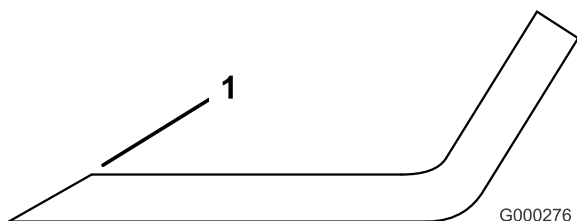

Figure 99
1. Au moyen d'une lime, aiguissez les tranchants aux deux extrémités de la lame (Figure 99) Veillez à conserver l'angle de coupe d'origine. Limez la même quantité de métal sur chacun des deux tranchants pour ne pas déséquilibrer la lame.